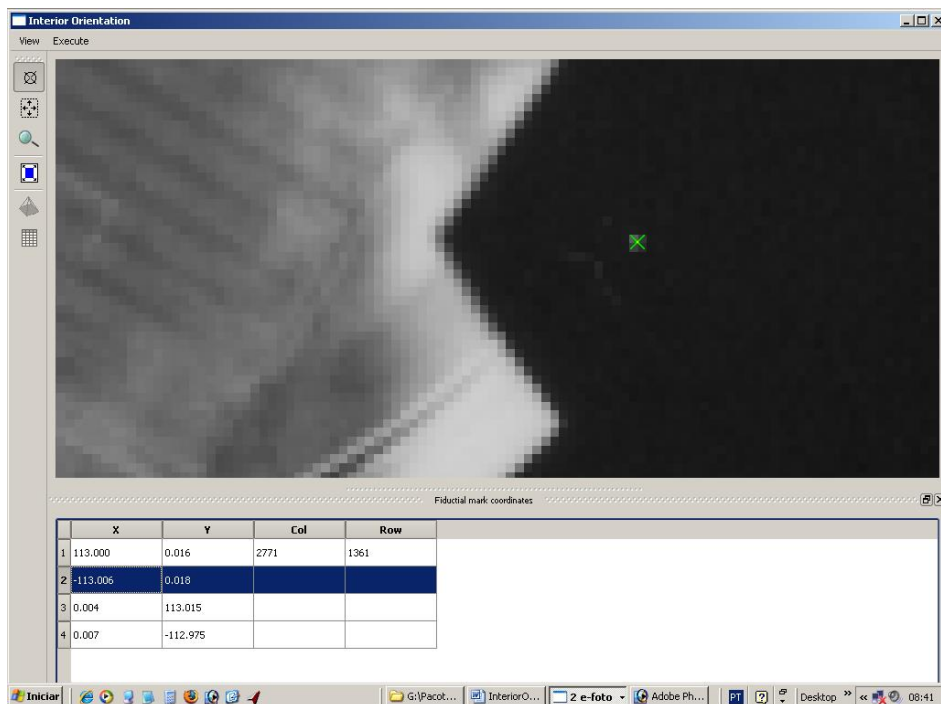

Figura 7 – Tela relativa a imagem 16 com zoom sobre a primeira marca fiducial já medida.
Passo 5: Precisamos agora clicar no “botão”  **Set Mark** e, em seguida, clicar sobre a primeira marca fiducial, conforme mostra a figura 7 abaixo.